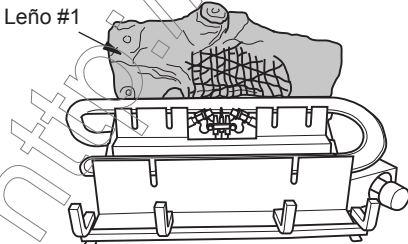

Figura 19 - Instalación Leño #1
1. Coloque el leño #1 en el soporte de la rejilla posterior (ver Figura 19).